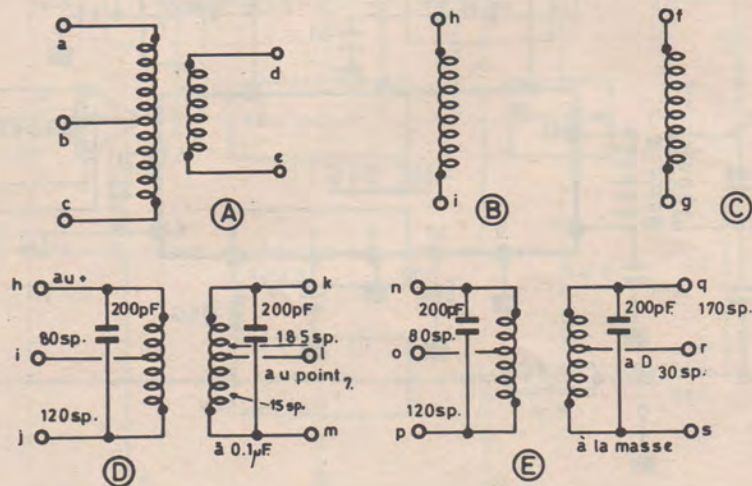

Figure 4
Le bobinage d'entrée  $T_1$  est représenté en (A) figure 4. On indique : enroulement  $a c = 125$  spires, enroulement  $d e = 8$  spires d'où, le rapport  $125/8 = 16$  environ.
Oscillateur : une bobine unique de 95 spires (C figure 4).
Accordables avec 200 pF au primaire et au secondaire. Le transformateur d'entrée  $T_3$  (D figure 4) est à prises sur primaire et secondaire.